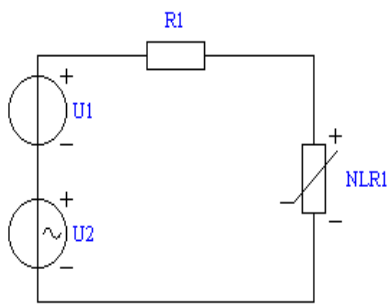

Рис. 8.1
3.2. Постройте на экране дисплея схему нелинейной резистивной цепи, показанную на рис. 8.1 ($R1 = 50$ Ом). Выберите нелинейный резистор NLR1 и введите заданную в табл. 8.1 вольт-амперную характеристику, соответствующую своему номеру варианта.